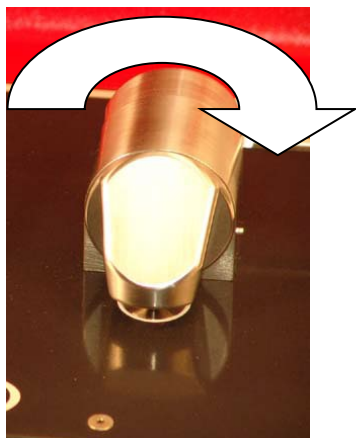

Figura 4. TumbIIR con el visor del accesorio hacia abajo
En el modo análisis de muestra, el TumbIIR se gira de forma tal que el visor óptico del accesorio apunte hacia abajo hacia el área de montaje de la muestra del FTIR serie 4500t. En esta posición, la energía infrarroja pasa a través de la muestra y posibilita la medición. Asegúrese de girar el brazo del TumbIIR completamente alrededor hasta que llegue a la posición de bloqueo y quede enganchado en esa posición. Esta posición de bloqueo mantiene al accesorio fijo durante el análisis de la muestra (consulte la Figura 4).
- 4 Cierre el dispositivo, para ello gire el brazo hacia la derecha hasta que encaje en su lugar (consulte la Figura 4).
- 4** Cierre el dispositivo, para ello gire el brazo hacia la derecha hasta que encaje en su lugar (consulte la Figura 4).